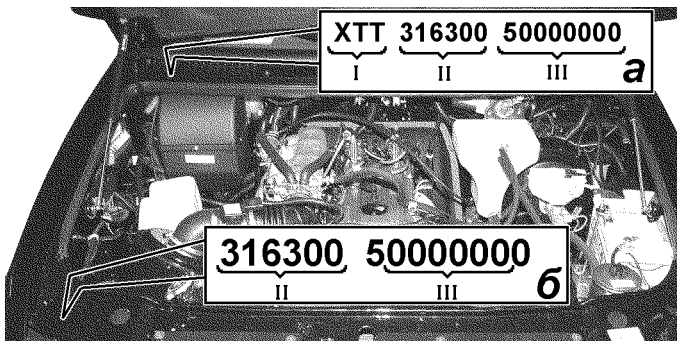

Рис. 1.2. Расположение идентификационного номера транспортного средства и номера кузова:
**Идентификационный номер** транспортного средства выбивается на заводской табличке (рис. 1.1) и на кузове автомобиля, на нижней панели ветрового окна (рис. 1.2).
Идентификационный номер (рис. 1.2) состоит из трех частей:
**Идентификационный номер кузова** выбит на верхнем соединителе рамки облицовки радиатора (рис. 1.2).